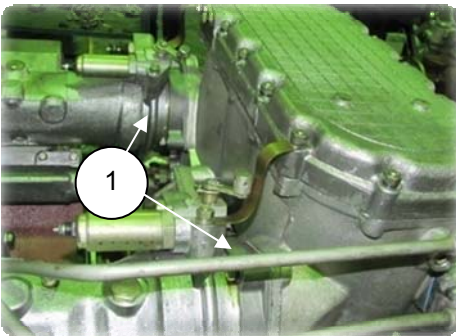

Рис. 6.67
4. Установить фланцы (1) (8401.1115330) на ОНВ, предварительно подложив прокладки, собрать болты с шайбами, завернуть болты на 2-3 нитки от руки (рис. 6.67);